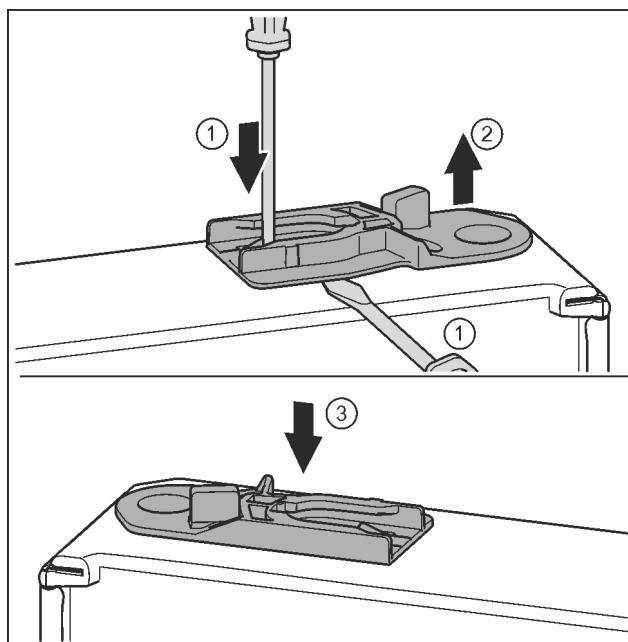

Fig. 32
- Витягніть направляюче гніздо: Натисніть шліцевою викруткою накладку і одночасно підведіть її під направляюче гніздо. Fig. 32 (1, 2)
- Направляюче гніздо, що входить до складу поставки, вставити з іншого боку корпуса. Fig. 32 (3)